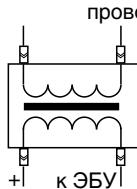

Рис. 3.12
**Инжекторный двигатель** - желтый провод выведите под капот и подключите к управляющему проводу модуля зажигания, рис. 3.12, или коммутируемому проводу катушки зажигания, рис. 3.13.